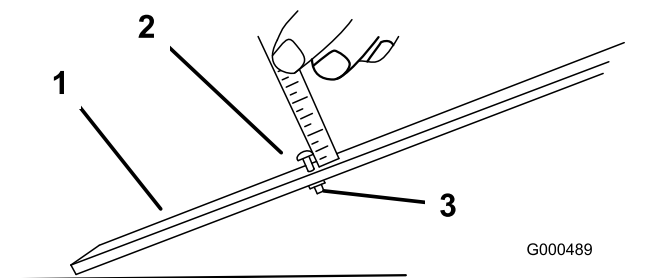

図 14
1. ゲージバーのナットをゆるめ、調整ボルトを希望の刈り高に合わせる図 14